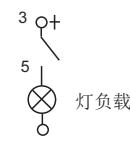

图3
- (4) 表中的灯负载指的是非闪光灯负载，当用于闪光灯负载时，须按上述图3极性要求接线，并须采用特殊银合金触点，订货标记中客户特性号为(170)；
(5) 本表中负载仅针对线圈不带并联二极管、稳压管等元件的情况，如需使用并联二极管、稳压管等元件，请与宏发联系以便获得更多的支持；当使用负载条件与本表不相符时，请将相应详细使用条件提供给宏发以获取更多的支持。